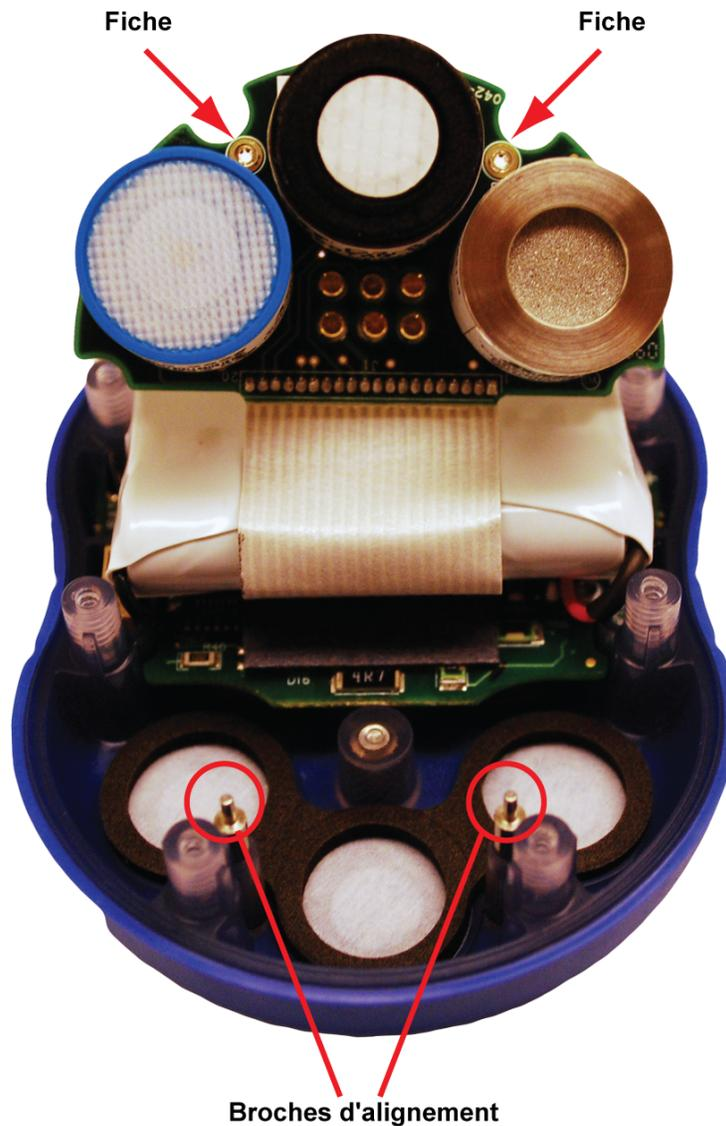

Figure 5-3. Alignement des broches
- 6) Remplacez la carte de circuits imprimés dans sa position d'origine tout en alignant les 2 broches sur leur fiche. Reportez-vous à la Figure 5-3.